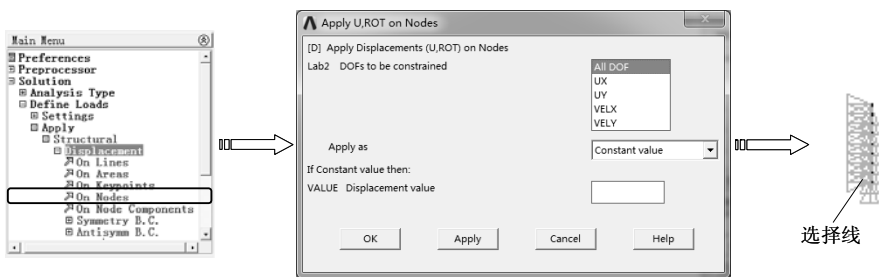

图 9-61 施加自由度约束
2) 选择 “Main Menu>Solution>Define Loads>Apply>Structural>Displacement>On Nodes” 命令，弹出实体选取对话框，单击 “Pick All” 按钮，弹出 “Apply U,ROT on Nodes” 对话框，在 “DOFs to be constrained” 列表框中选择约束类型 “All DOF”，在 “Displacement value” 文本框中输入数值 0，单击 “OK” 按钮完成约束，如图 9-61 所示。